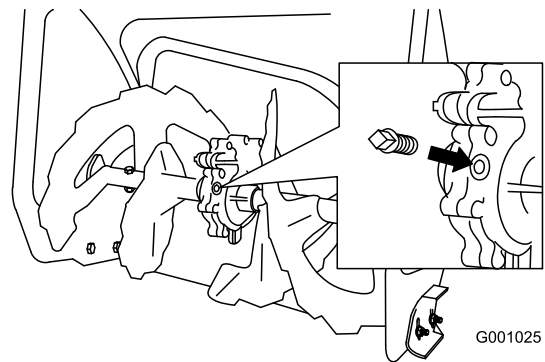

Рисунок 40
- Очистите поверхность вокруг пробки редуктора (Рисунок 40).